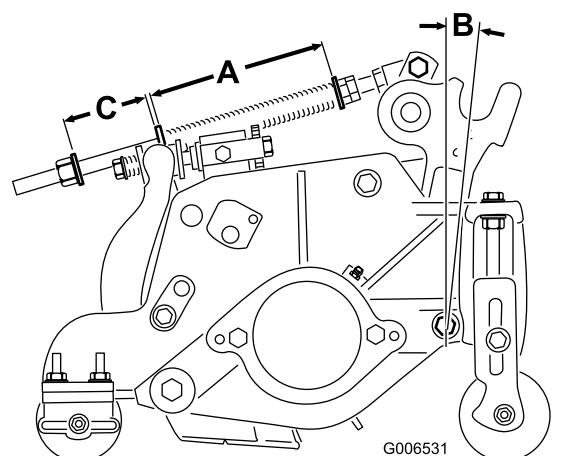

図 21
ターフ補正スプリング(図 21)は、カッティングユニットの前から後ろへの「体重移動」を行います。これにより、ボビングと呼ばれる「波打ったような」仕上がりを防いでいます。
1. スプリングロッド後部のロックナットを締めて、すきま(C)を 51 mmとする(図 21)。
2. スプリングロッド前部の6角ナットを締めて、スプリング(圧縮状態)の長さ(A)が15.9 cmになるようにする(図 21)。
注 アンジュレーションの大きなターフを刈る時は、ターフ補正スプリングの長さ(A)とすき間(C)を 13 mm 大きくします(図 21)。